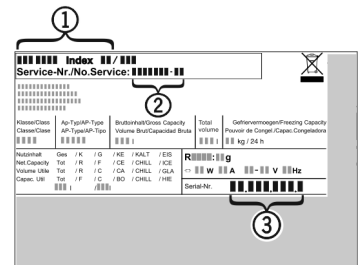

Fig. 7
- ▶ Z typového štítku odčítajte označenie zariadenia *Fig. 7 (1)*, servisné č. *Fig. 7 (2)* a sériové č. *Fig. 7 (3)*. Typový štítok je na ľavej vnútornej strane zariadenia.
- ▶ Upovedomte zákaznícky servis a oznámte chybu, označenie zariadenia *Fig. 7 (1)*, servisné č. *Fig. 7 (2)* a sériové č. *Fig. 7 (3)*.